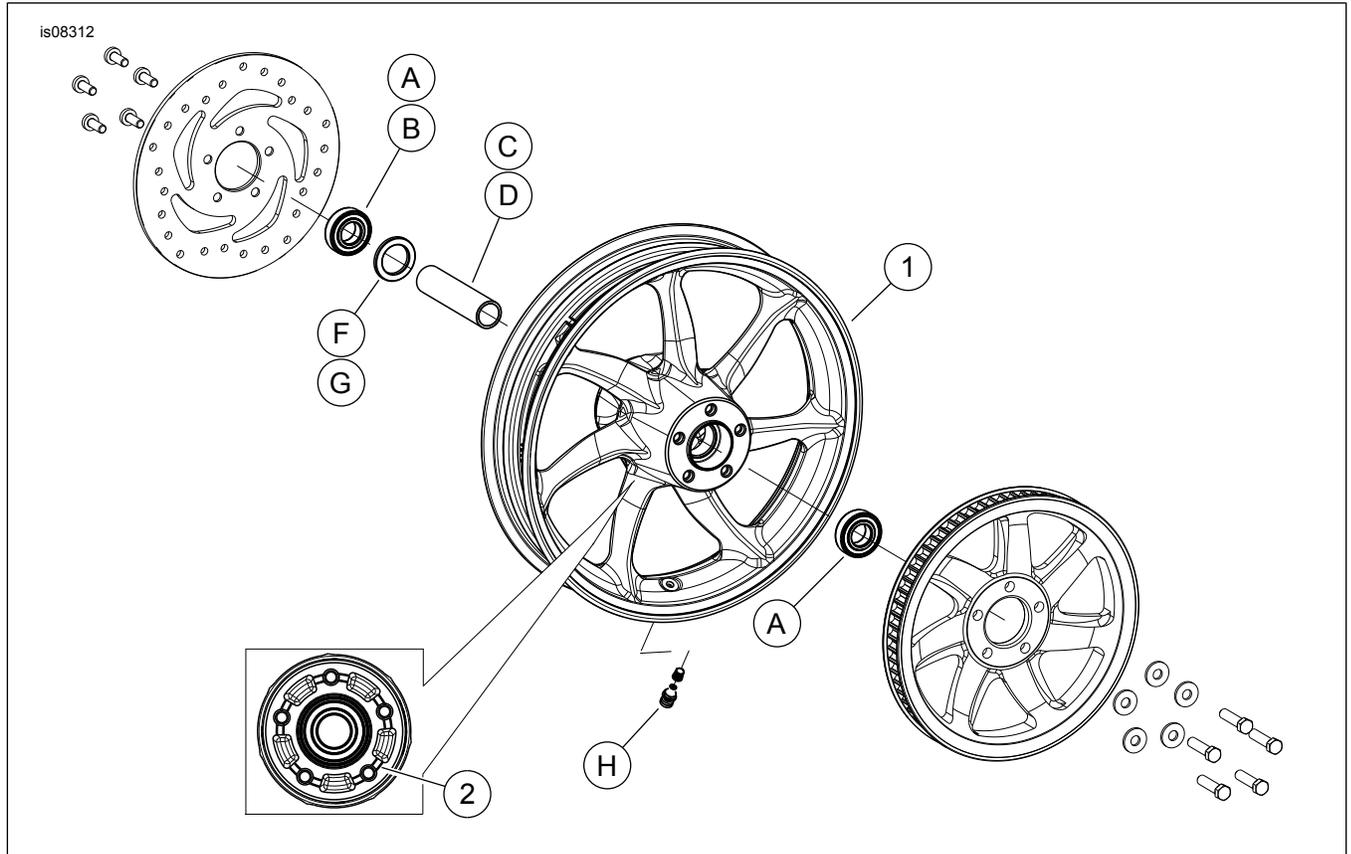

Abbildung 1. Ersatzteile: „Machete“-Hinterräder (16-Zoll-Rad abgebildet)
Siehe Abbildung 1. und Tabelle 2.
2. Siehe Abbildung 1. Die Ventilschaft-Baugruppe (H) am Rad anbringen. Siehe REIFEN im Werkstatthandbuch.